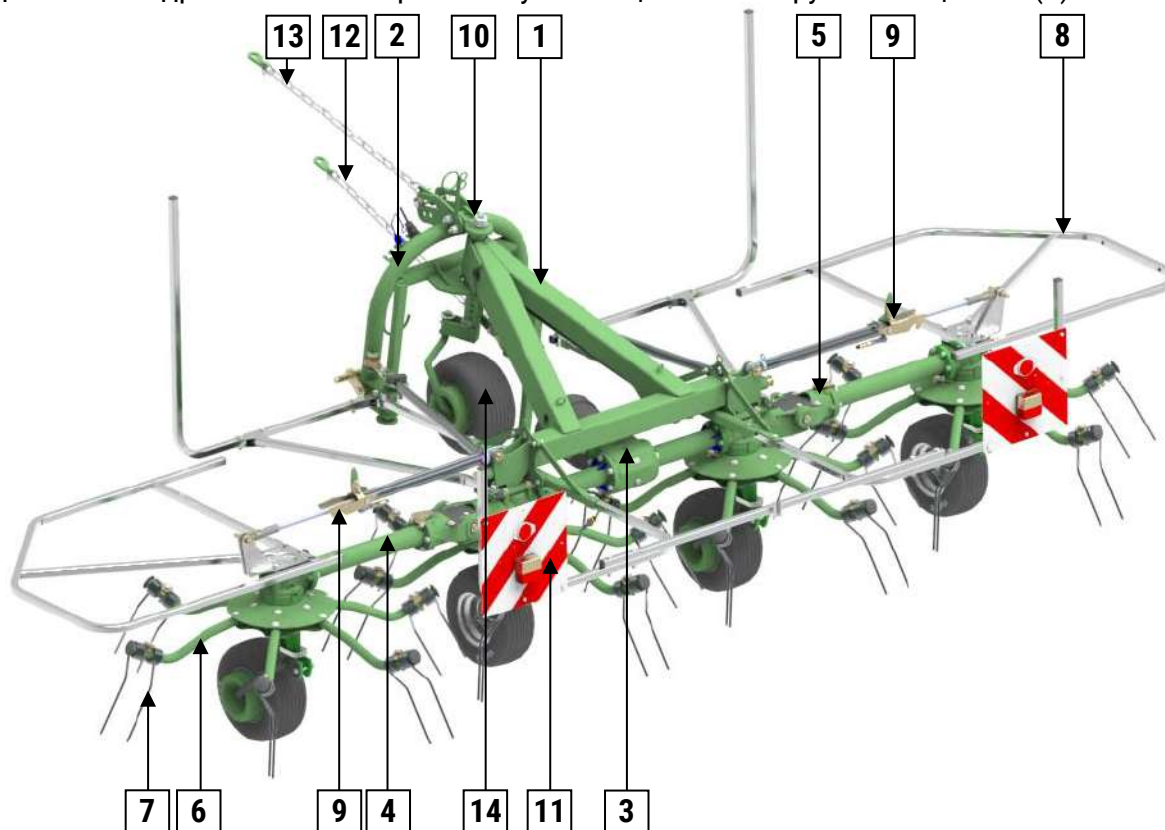

Рис. 3. Вид сеноворошилки с 4-мя роторами
Вид сеноворошилки с 4-мя роторами указан на **Рис. 3**. Рама подвески (1) с зацепом (2) позволяет подключить ворошилку к трехточечной системе подвески трактора. Привод от ВОМ трактора передается посредством угловой передачи на роторы. Ворошилка состоит из трех приводных систем: левой и правой (4) и (5) а также главной (3), на которых установлены роторы состоящие из плеч (6) с пальцами (7). На раме и боковых приводных системах закреплены защитные кожухи (8). На время транспорта две наружные системы вместе с роторами складываются гидравлически в вертикальную позицию и блокируются защёлкой (9).